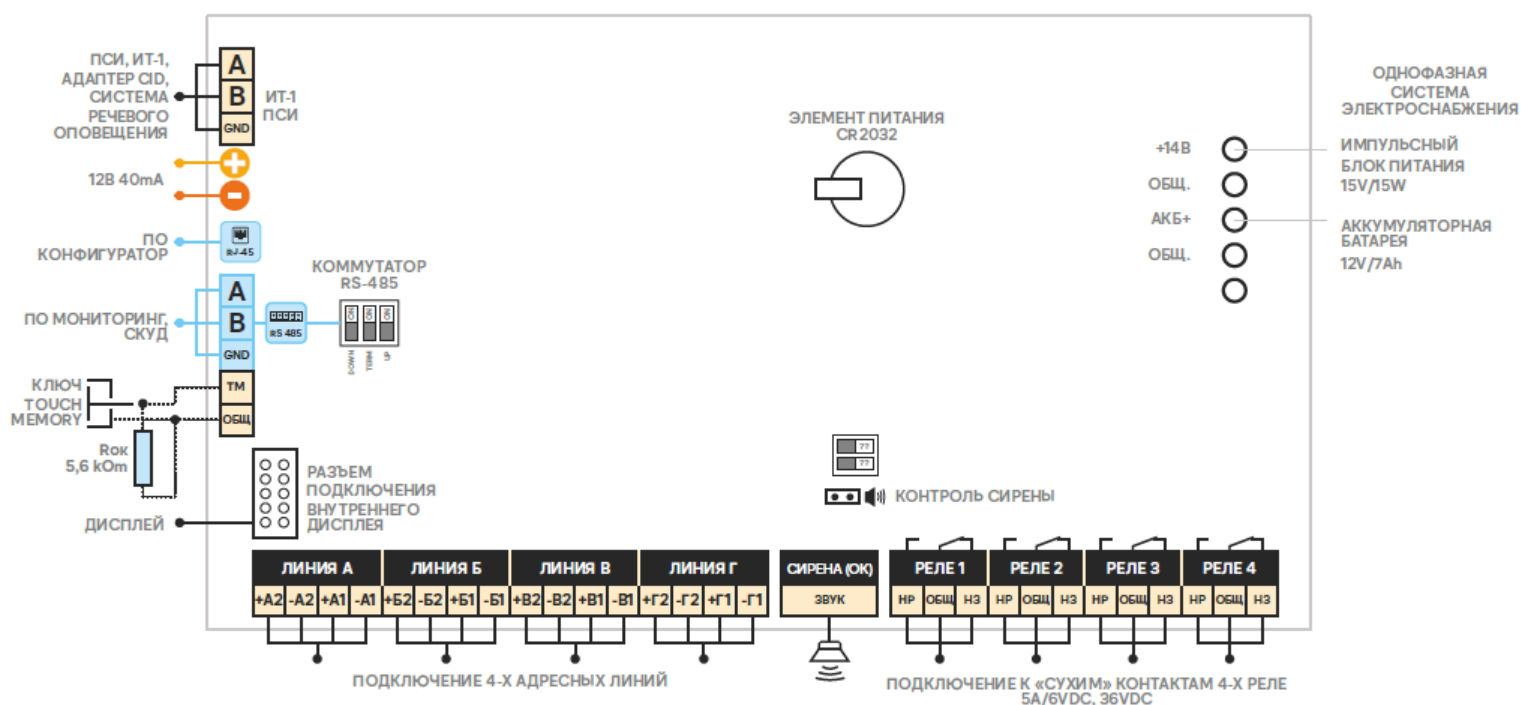

Рис. 3. Расположение клемм подключения на системной плате АПКП.
3.1.4. Расположение клемм на системной плате и их назначение показано на рис.3 и 4. Выходы реле программируются для передачи сообщений на ПЦН: "Неисправность", "Тревога", "Внимание", "Пожар" или других сообщений.
4.3.1. Проложить провода согласно проекту, установить АПКП и ПСИ, блоки дополнительного питания, подключить к клеммам АПКП периферийные устройства (оповещатели, ПЦН и т.п.). Расположение клемм подключения АПКП показано на рис.3, 4.
Для объединения АПКП в сеть на крайних подключенных к линии RS-485 АПКП включить терминаторы с помощью микропереключателя №2 (рис.3, 4). На одном из этих АПКП включить также микропереключатели №1 и 3, которые обеспечивают стабильный потенциал в линии интерфейса.